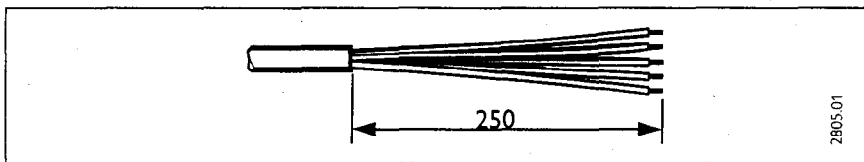

Abb. 13/ Fig. 13/ Afb. 13
- Anschlußleitung herrichten, siehe Abb. 13.
- Connect the cable, see Fig. 13.
- Dénuder le câble d'alimentation, voir fig. 13.